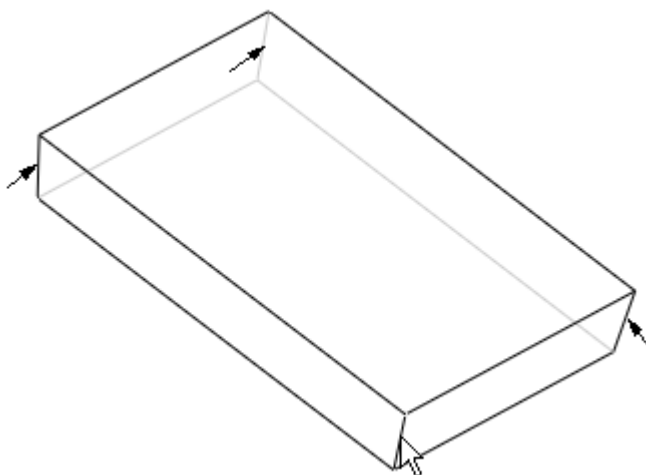

图 46-10
- (1) 单击特征工具栏中的 ，打开圆角特征操控板。
- (2) 按下 CTRL 键，依次选中图 46-10 中箭头指示的 4 条边。